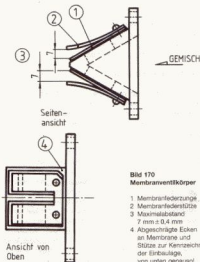

Bild 170
- Die Membranfederstützen 2 müssen so gebogen sein, dass die Membranfederungen 2 maximal 7 mm weit von ihrem Sitz abheben können (siehe Bild 170). Plus oder minus 0,4 mm werden hier toleriert.
- Beim Zusammenbau der Ventileinheit ist auf die Einbaulage der Membranzungen zu achten: Eine der Ecken ist sowohl bei der Membranfederstütze 3 als auch bei der Membranzunge 2 abgeschrägt. Beide Schrägen müssen aufeinander liegen (siehe Bild 170).